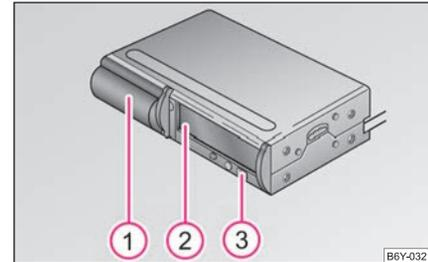

Abb. 99 CD-Wechsler
- Schachtverschluss **1** ⇒ Abb. 99 ganz aufschieben.